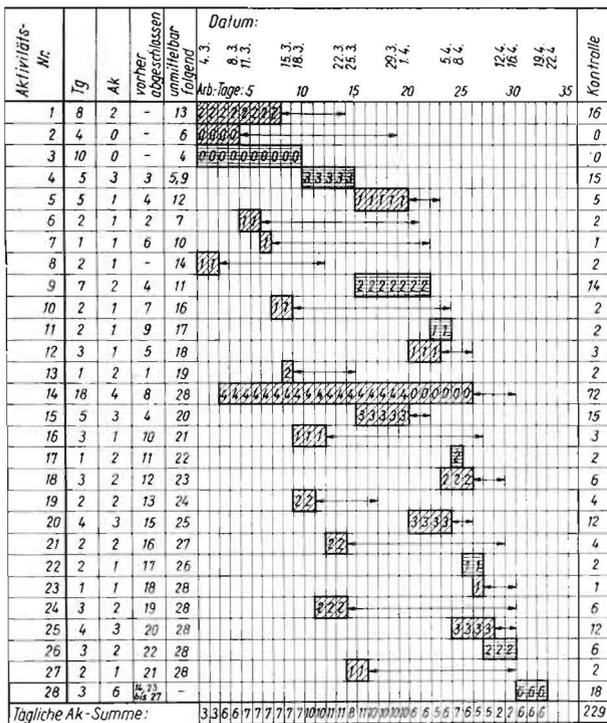

Bild 4. Zeitablauf- und Arbeitskräfteeinsatzplan (unterschiedliche Ak-Anzahl je Tag)
Am rechten und unteren Rande unseres Zeitablaufplans (Bild 4) befinden sich Kontrollsummen über eingesetzte Arbeitskräfte; die Additionsprobe in beiden Richtungen muß
Mit Hilfe eines Lineals läßt sich in Bild 4, von links beginnend, jeder zahlenmäßige, senkrechte Spalteninhalt bis zur täglichen Abschlußsumme leicht verfolgen. Wo die Durchschnittssumme überschritten wird, verschiebt man Aktivitätszeiten und Ak-Anzahlen innerhalb der Schlupfzeitstreifen dorthin, wo die ursprünglich niedrigeren Spaltensummen das gestatten. Die Seitenrandsumme muß jeweils konstant bleiben. Manchmal wird das gänzliche Aussetzen einer mit Ak besetzten Aktivität notwendig und auch eine Erhöhung der Ak-Anzahl kann an einigen Tagen gerechtfertigt sein, wenn trotzdem die rechtsseitige Kontrollsumme mit der ursprünglichen übereinstimmt. Voraussetzung ist immer, daß Tätigkeitsunterbrechungen und Ak-Änderungen technologisch nicht unvorteilhaft sind. Unter vielen Varianten sind optimale durch praktische Erwägungen zu suchen. Ohne nachteilige Auswirkungen konnte (Vergleichen Sie zwischen Bild 4 und 5!) die Aktivität 27 (Obstbaum spritzen) um 1 Tag verlängert werden.
- Kontrollieren Sie die Übereinstimmung der gedruckten Pläne: Stimmen z. B. die Angaben des Netzplanes (Bild 1) mit denen des Zeitablauf- und Ak-Einsatzplanes (Bild 4) überein? Können Sie die Einordnung der Zwischenetze (Bild 2 und 3) in das Hauptnetz (Bild 1) gedanklich ohne Schwierigkeiten vornehmen?
- Versuchen Sie den Zeitablaufplan nach Bild 4 so zu berichtigen, daß jeden Tag gleichviel Ak eingesetzt werden!